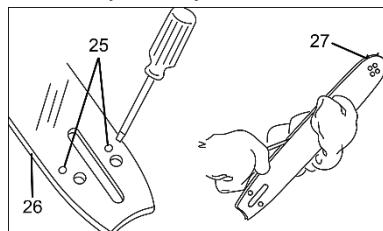

Рисунок 5
- Перевірте, щоб канал для оліви (25, рисунок 5) та спрямовувальний паз на напрямній шині (26, рисунок 5) не були засмічені. При необхідності прочистьте їх.
- Перевірте, чи вільно обертається зірочка (27, рисунок 5) на вістрі напрямної шини. Якщо після виконання всіх зазначених вище заходів робота системи змащення не відновилася, слід звернутися до фірмового сервісного центру TM Mächtz.